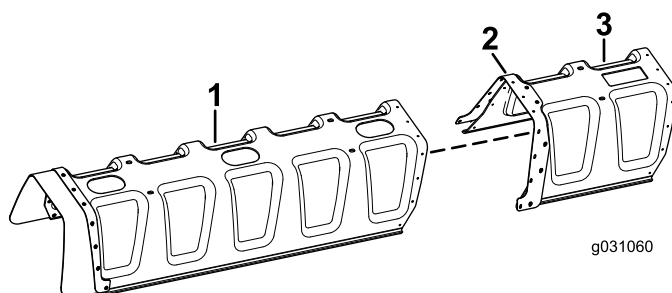

Figura 5
1. Alinhe os orifícios na cobertura da rampa de 11 bicos com os orifícios na placa de reforço instalada na cobertura da rampa de 12 bicos (Figura 5).